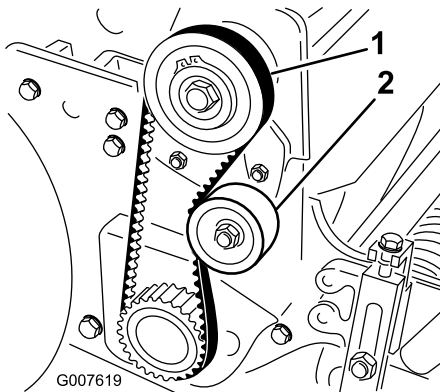

Bild 36
2. Prüfen Sie die Spannung. Bringen Sie hierfür eine Kraft von 18-22 N in der Mitte des Riemens zwischen den Riemenscheiben (Bild 36) an. Der Riemen muss sich 6 mm durchbiegen lassen.
- A. Lösen Sie die Befestigungsmutter der Spannscheibe und drehen Sie die Spannscheibe nach rechts gegen die Rückseite des Riemens, bis Sie die gewünschte Riemenspannung erzielt haben (Bild 36).